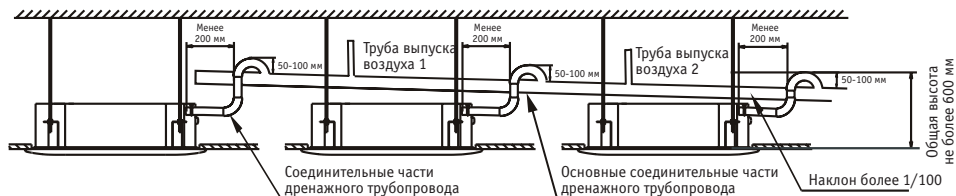

Рисунок 5. Дренажные трубы нескольких блоков соединяются с канализацией через главную дренажную трубу
8. Если выход дренажной трубы располагается выше дренажного соединительного патрубка основного блока, дренажная труба должна удерживаться вертикально и максимально ровно. Дренажный соединительный патрубок имеет возможность изгиба по вертикальной оси, а дренажная труба должна быть установлена на расстоянии не большем, чем 600 мм от поддона для воды. В противном случае при остановке кондиционера избыточный объем воды, которая течет обратно, приведет к переливу. (См. рис. 5)